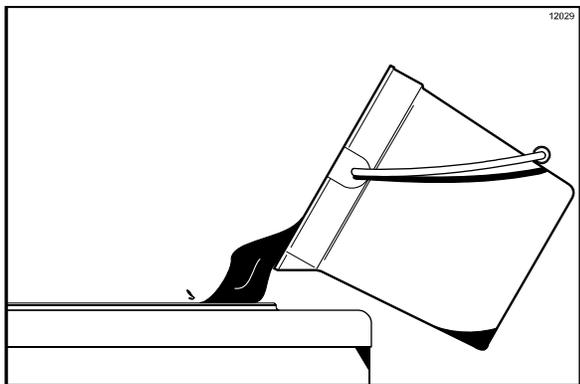

图 99
1. 向奶昔储料槽内倒入 2 加仑 (7.6 升) 干净的冷水。用白色储料槽刷子清洗储料槽、奶浆高度感测探针和搅拌头传动轴壳的外部，用双头刷子刷洗奶浆进料口。(见图 99。)